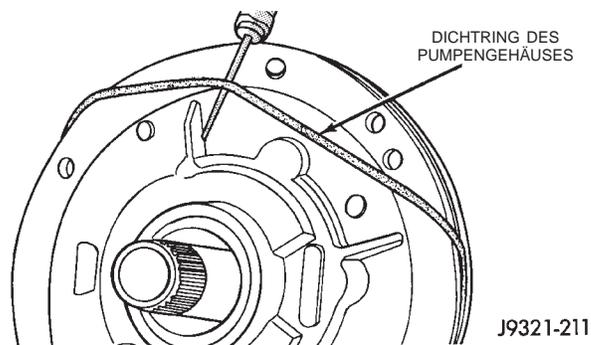
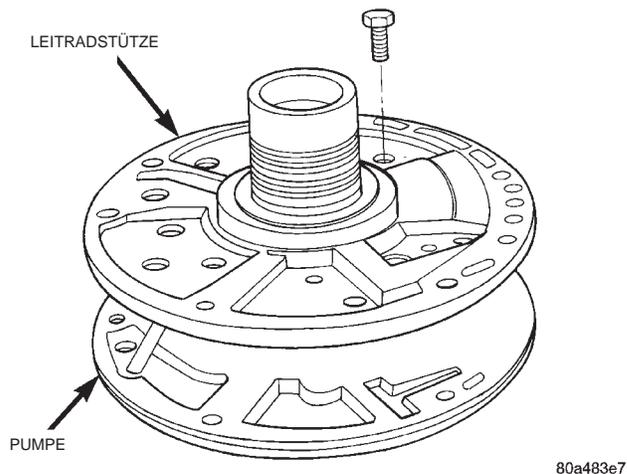

Abb. 118 Dichtring des Pumpengehäuses ausbauen
Abb. 119 Schrauben Pumpengehäuse/Stütze herausdrehen
- (1) Dichtring von Gehäuse und Leitradstütze abnehmen (Abb. 118).
- (2) Die Einbaulage von Pumpengehäuse und Stütze zueinander markieren, um korrekten Wiedereinbau sicherzustellen.
- (3) Die Schrauben lockern, mit denen das Pumpengehäuse an der Stütze befestigt ist (Abb. 119).